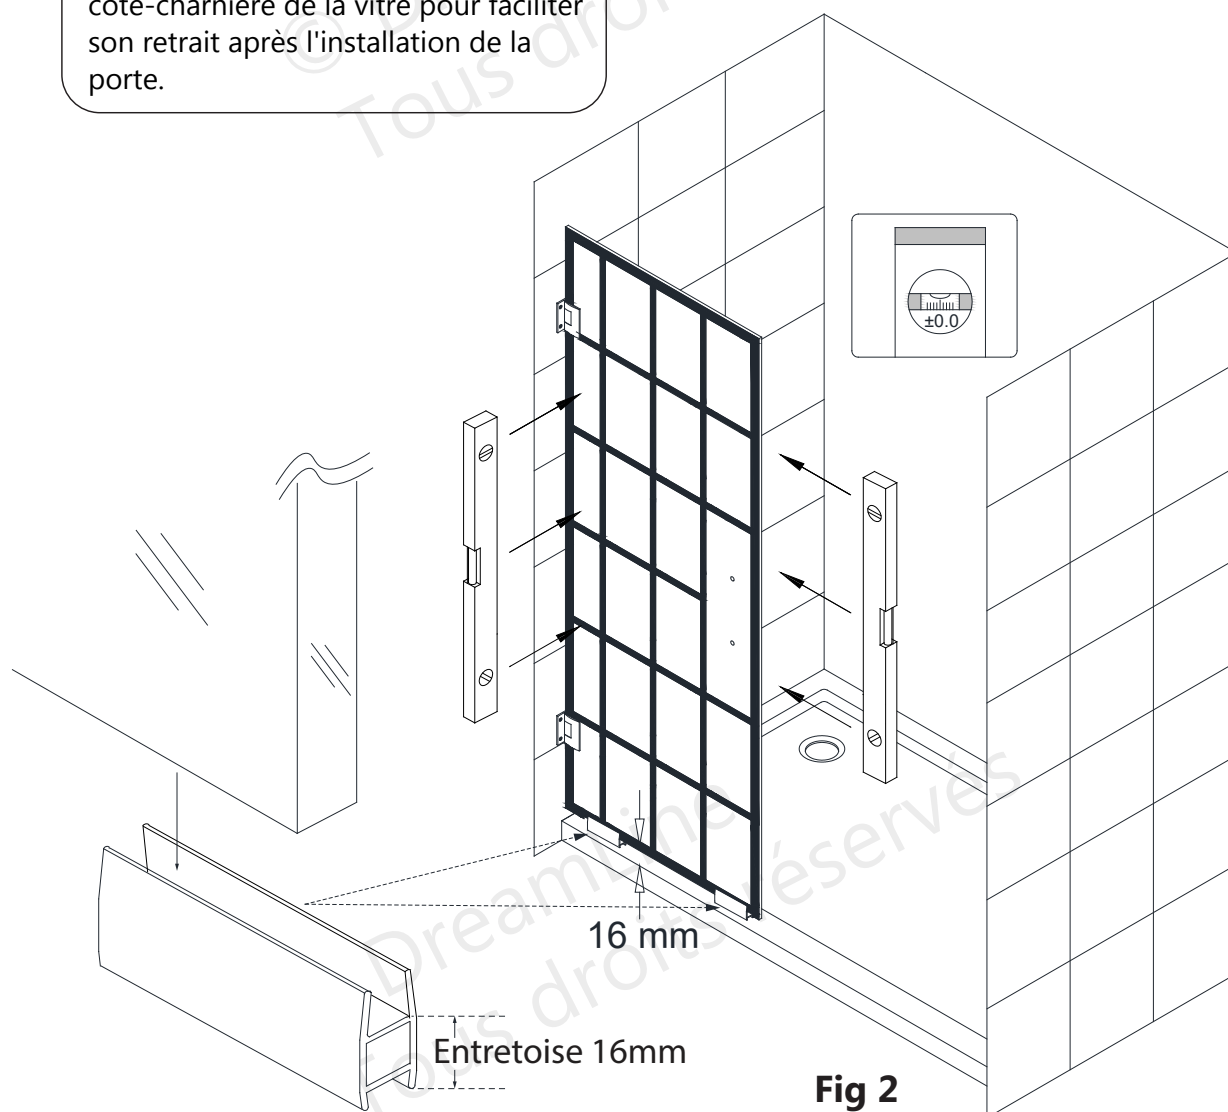

Fig 2
2. Placez la **Porte Vitrée (N° 01)** (avec deux **entretoises de 16 mm** posées en bas) sur le seuil à l'emplacement souhaité et vérifiez le niveau. Les **entretoises incluses de 16 mm** procurent l'espacement adéquat au bas de la **Porte Vitrée (N° 01)**. Positionnez avec précaution la **Porte Vitrée (N° 01)** en plaçant le côté charnière contre le mur, ajustez sa position et vérifiez l'aplomb avec un niveau avant de marquer les positions des charnières. **(Fig 2)**